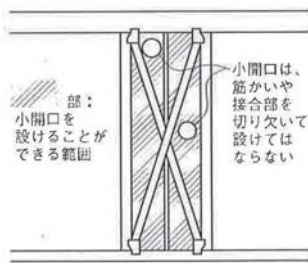

図1 筋かいの場合
①「筋かい耐力壁」に設ける開口の範囲(柱・間柱・筋かい・接合部を切り欠いてはならない)【図1】
②「面材耐力壁」に設ける開口の大きさについては、①穴径が壁長の1/2(50cm程度)までなら、4周を受材等で補強した上で面材を釘打ちすれば可。①穴径が使用する面材の厚さの12倍以下、かつ壁長の1/6以下なら補強不要。(ここでいう「穴径」とは例えば四角形の開口の場合は最も長い対角線の長さを「径」として考えます。「辺の長さ」ではありませんのでご注意ください。)